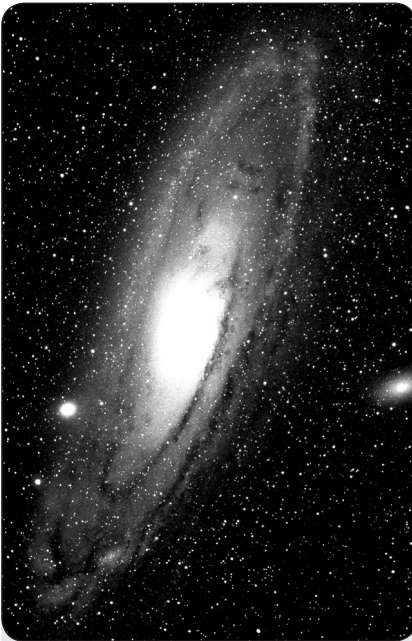

Abb. 47: Die Andromeda Galaxie, die größte in unserer Nähe.
**Bei den Galaxien** handelt es sich um gigantische Ansammlungen von Sternen, Nebeln und Sternhaufen, die alle durch ihre gegenseitige Schwerkraft zusammengehalten werden. Sie sind zumeist spiralförmig geformt (dies trifft übrigens auch für unsere Milchstraße zu), doch viele Galaxien können auch wie elliptische oder unregelmäßige Lichtkleckse aussehen. Die Andromeda-Galaxie (M31, Abb. 47) ist die uns am nächsten stehende Spiralgalaxie. Der Anblick dieses Milchstraßensystems gleicht dem einer verschwommenen Nebelspinde. In einer Distanz von 2,2 Millionen Lichtjahren findet man sie im Sternbild Andromeda. Sie steht halbwegs zwischen dem großen „W“ der Cassiopeia und dem Sternquadrat des Pegasus.